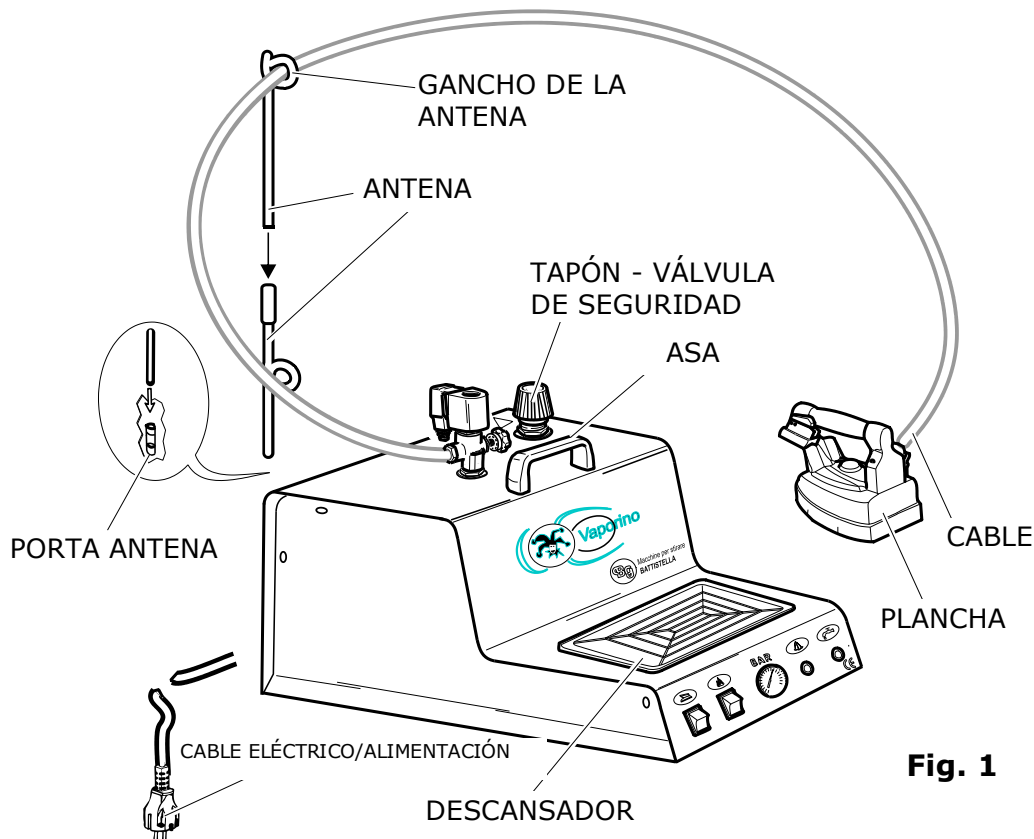
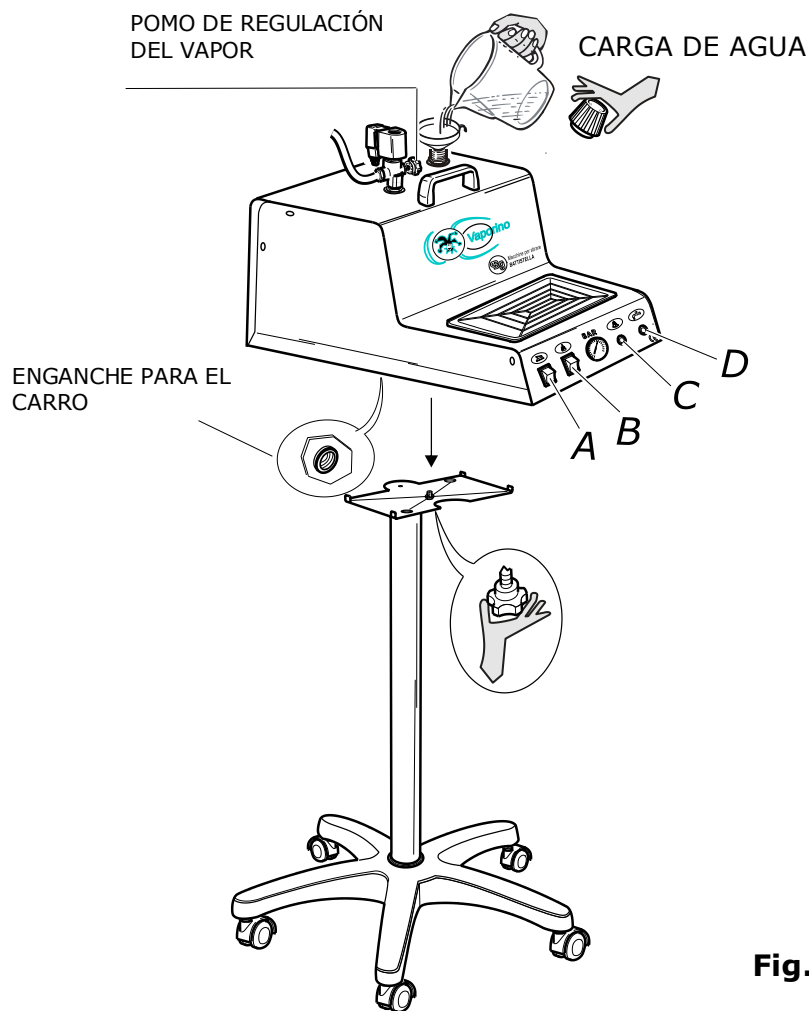
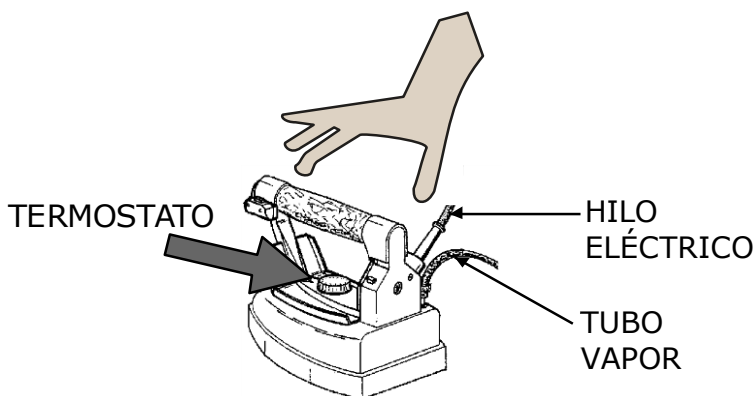
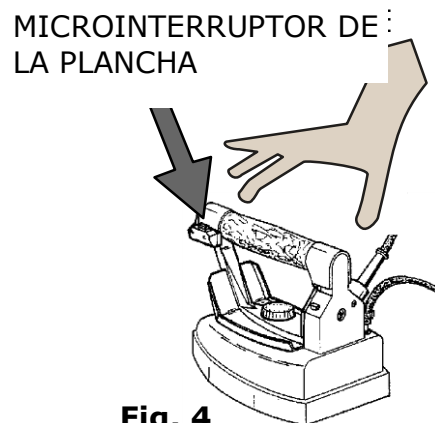

Fig. 1
Fig. 2
Fig. 3
Fig. 4
Antes de la llegada del VAPORINO INOX MAXI, el cliente debe preparar, cerca del lugar donde se instalará, un enchufe que esté protegido y adecuado para la potencia del VAPORINO INOX MAXI (se aconseja un interruptor magnetotérmico diferencial de 16 A y Id 30 mA). Para el transporte y manejo de VAPORINO INOX MAXI, usar solo el mango especial. No tirar nunca de los cables eléctricos (Fig. 1).
2. Sacar el VAPORINO INOX MAXI de la caja y colocar la antena en puerto de antena situado en la parte posterior del aparato (fig.1) asegurándose de insertarlo bien hasta el final.
4. Colocar la plancha sobre el soporte de goma suministrado (fig.1).
5. Para el VAPORINO INOX MAXI con carro: atornille la perilla del carrito en el accesorio específico ubicado debajo de la base del VAPORINO INOX MAXI (Fig. 2).
1. Desenroscar el tapón del VAPORINO INOX MAXI (Fig. 1) y llenar la caldera con la cantidad de agua deseada (Fig. 2) prestando atención a que no se desborde. Se recomienda llenar la caldera utilizando un embudo. Enrosque el tapón nuevamente cogiéndolo por la parte de plástico, advirtiéndole que no lo apriete demasiado, de lo contrario se dañaría la junta (vea el capítulo 7).
3. Encender el interruptor de la caldera (Fig. 2 B), el interruptor de la plancha (Fig. 2 D) y girar el termostato de la plancha a la posición "algodón" (Fig. 3).
4. Esperar a que se apague la luz de la caldera (Fig.2 C): el manómetro debe indicar aproximadamente 2.5/3 bar. En este punto, levante la plancha por el mango de corcho y presione el micro interruptor de la plancha (Fig. 4) 4-5 veces, dejando salir el vapor. También es necesario asegurarse de que el vapor esté bien saturado (pulsando el micro interruptor con la plancha hacia el suelo). También es posible ajustar la cantidad deseada de vapor usando el pomo de regulación de vapor (Fig.2). Una vez que se ha llevado a cabo la operación, la plancha está lista para planchar. Durante el planchado, la luz de advertencia de la caldera se enciende y apaga continuamente, una señal de funcionamiento normal (Fig. 2 C).
11. **No sustituir nunca el tapón de la válvula (fig. 1) con tapones de ningún otro tipo. Nota: el tapón actúa como una válvula de seguridad y está calibrado a 4.5 bares.**
1. Pasar la plancha sobre los artículos a planchar, presionando el microinterruptor de la plancha, a intervalos, para dejar salir el vapor (Fig. 4).
3. Durante el planchado, es prudente, colocar la plancha solamente sobre un descansador (fig.1).
4. Para el planchado en seco, se puede ajustar el termostato (Fig. 3) en las diversas posiciones, según el tipo de tela que desee planchar (consultar las indicaciones en las prendas). Para planchar con vapor, se debe ajustar el termostato en la posición "algodón" o "lino".
5. Cuando se usa VAPORINO INOX MAXI junto con una tabla de planchar sin aspiración, pueden aparecer manchas de agua en la mesa, en este caso, reducir el flujo de vapor de la plancha utilizando el pomo de regulación de vapor (Fig. 2). Por lo tanto, es aconsejable combinar el aparato con una mesa transpirable y calentada.
El agua se agota cuando, durante el planchado, se enciende la luz «sin agua» (fig. 2 D). Llegados a este punto, desenchufar la máquina, desenroscar el tapón 360° (fig. 1) y esperar que salga todo el vapor (el manómetro debe indicar 0 bar). Desenroscar y retirar el tapón con mucho cuidado.
Luego rellenar la caldera con el agua necesaria (Fig. 2), evitando el desbordamiento (ver el capítulo 4, punto 1). Volver a enroscar el tapón, insertar el enchufe en la toma de corriente y esperar hasta que se apague la luz de la caldera (Fig. 2 C). La plancha ya vuelve a estar lista para planchar.
Retirar el tapón (Fig. 1) y girar el VAPORINO INOX MAXI hacia la derecha para que salga el agua y las impurezas.
3. el tubo de vapor y el hilo de la plancha siempre que estén dañados (fig 3);
4. el tapón cada 2500 horas de trabajo o como máximo, cada 3 años (fig 1).
6. cuando la plancha se sobrecalienta o pierde agua (Fig. 3);
7. al lavar o limpiar la plancha con agua (Fig. 3);